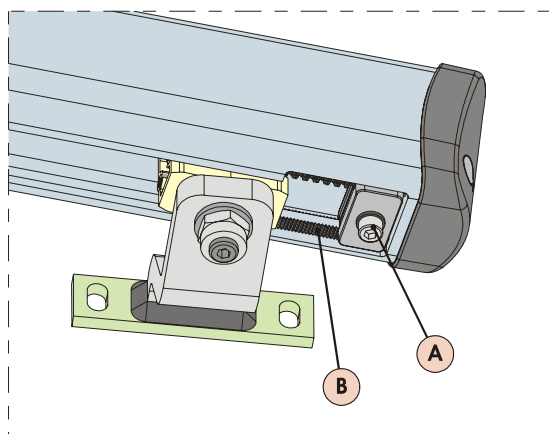

Fig. 19
- 3) Desserrer la vis de fixation, Fig.19 réf.A. Il n'est pas nécessaire d'enlever complètement la vis.
ATTENTION: L'arrêt mécanique travaille accouplé à un secteur denté, Fig.19 réf. B; en cas d'empêchements durant l'actionnement, s'assurer que l'accouplement est libre. **NE PAS FORCER.**